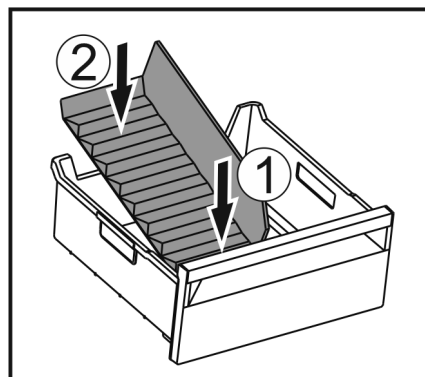

Fig. 51
- ▶ Сначала устанавливайте разделитель спереди Fig. 51 (1).
- ▶ Опустите заднюю часть Fig. 51 (2).